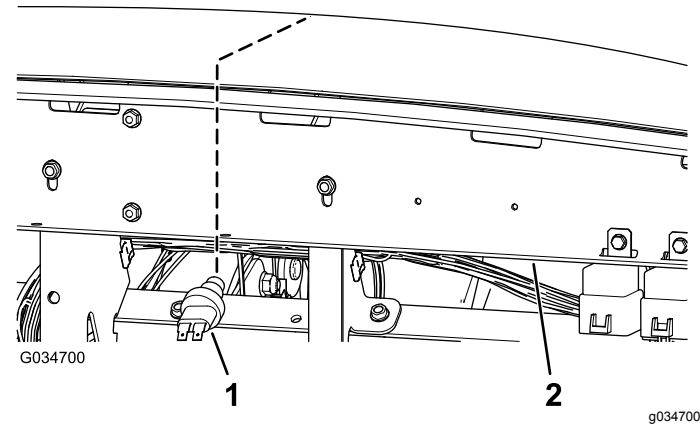

Figure 5
2. Passez sous le support du tableau de bord et installez le contacteur d'avertisseur sonore dans l'ouverture (Figure 5).